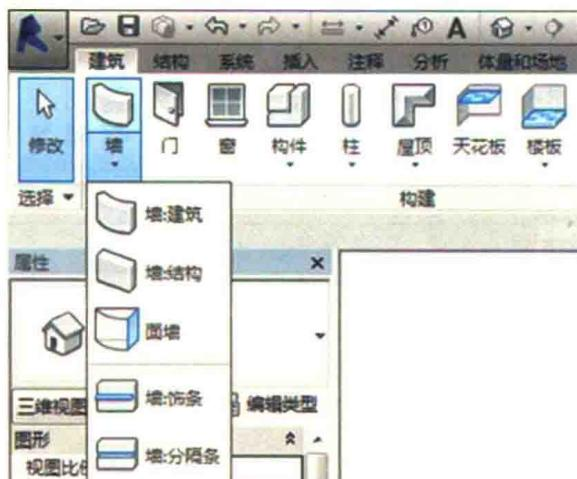

图 1-3-1
(1) 如图 1-3-1 所示,建筑墙在画法上与结构墙的创建类型类似,区别只是材质不一致且结构墙没有面层。单击【结构】选项卡【构建】面板中的【墙】工具下拉列表,在列表中选择【墙:结构】工具,进入绘制状态,自动切换至【修改 | 放置 墙】上下文选项卡。